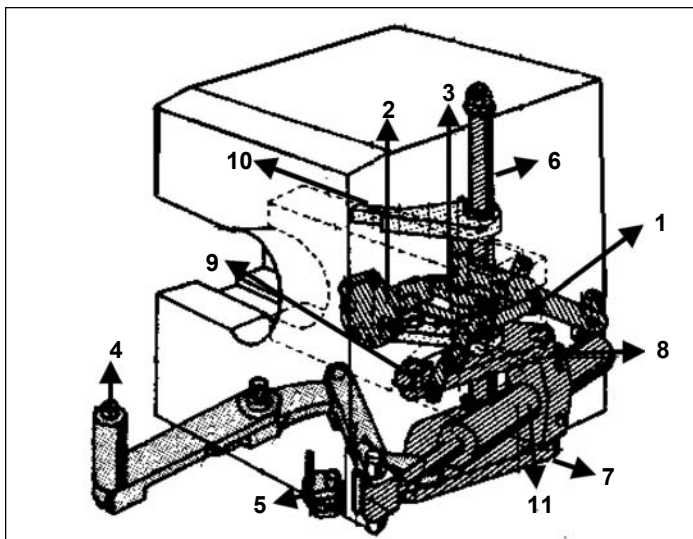

Fig 4-22. Bloco da culatra e cunha
**a. Descrição** (Fig 4-22) - O bloco da culatra é situado na parte posterior do tubo, sendo composto do anel da culatra, da cunha, do mecanismo de abertura e fechamento e dos componentes do sistema de disparo. Guiado pelas barras localizadas sob e sobre o anel da culatra, o berço absorve a torção imprimida ao tubo quando da partida do projétil. A cunha assegura o fechamento da câmara. Na cunha encontramos os elementos do mecanismo de disparo que são : o relê do contato (1); o contato elétrico com mola e placa de apoio (2) e o mecanismo de retração do contato elétrico (3). O mecanismo de abertura e fechamento compreende:
- (1) alavanca de manejo (4) e sua trava (5);
- (2) árvore de comando (6) e manivela de abertura (7);
- (3) manivela de comando (8) com bloco de cobre (9)
- (4) ejetores (10);
- (5) mola de fechamento e sua caixa (11).
**b. Funcionamento** - O sistema é semi-automático, isso quer dizer que a introdução da munição fará com que o culote do cartucho acione os ejetores para frente liberando a cunha, que se fecha automaticamente pela pressão da mola de fechamento. Após a partida do tiro, a culatra se abre automaticamente quando da volta em bateria, fazendo com que a manivela de abertura da árvore de comando gire graças ao came semi-automático. Ao mesmo tempo, a mola de fechamento é comprimida e os ejetores puxam o cartucho para fora. A culatra permanece aberta pelos reténs dos ejetores, até que uma nova munição seja introduzida e reinicie o ciclo. (Fig 4-22)